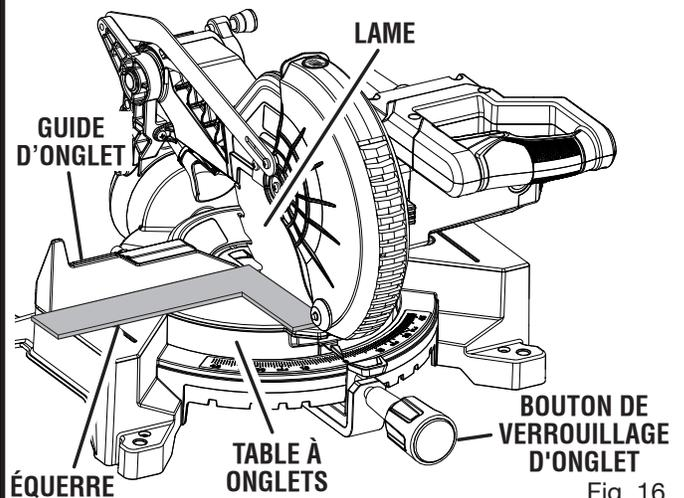

Fig. 16
Voir les figures 16 à 21.
- Le bord de l'équerre et la lame doivent être parallèles, comme le montre la figure 16.